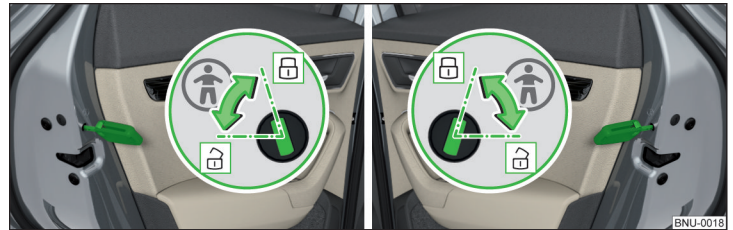

Abb. 51 Hintertür: Kindersicherung ein- / ausschalten
- Zum **Einschalten** die Sicherung mit dem Fahrzeugschlüssel in die Position  drehen » Abb. 51.